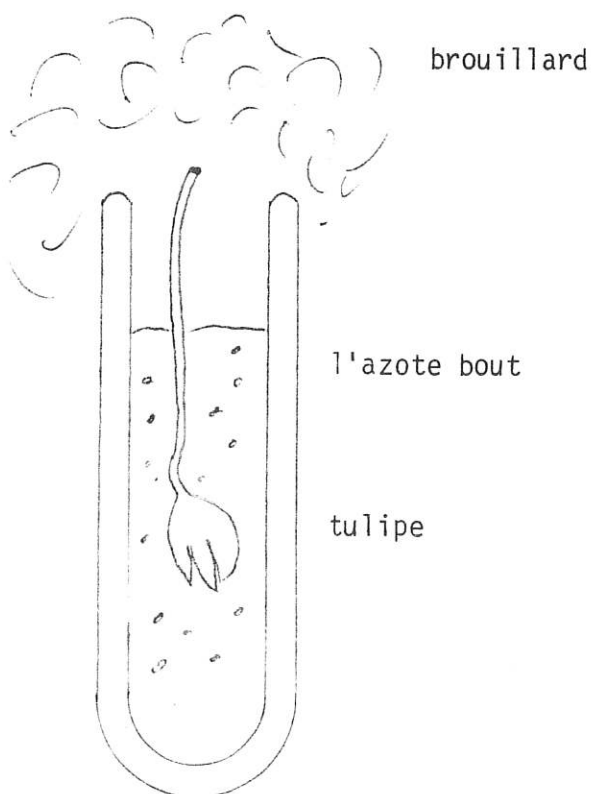

fig. 3
- 2.- Il verse de l'azote liquide dans un vase de Dewar (fig. 3)